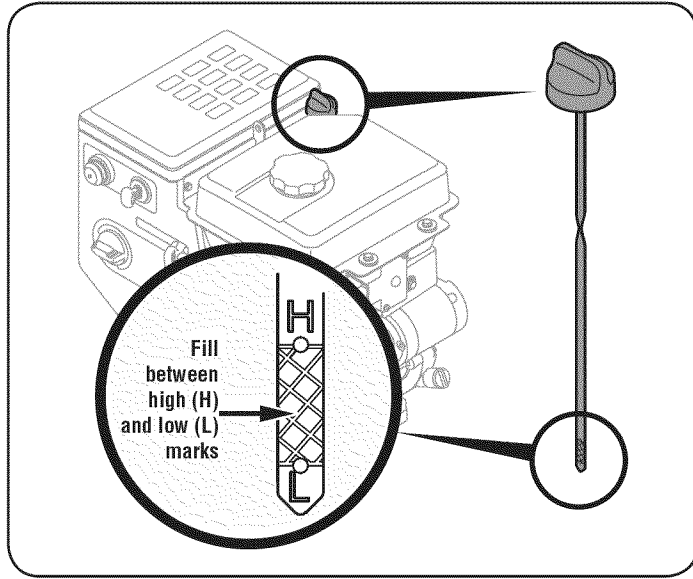

Figura 10
1. Retire el tapón de llenado de aceite / varilla y limpiar la varilla limpia. Ver Figura 10.
3. Retire el tapón de llenado de aceite / varilla medidora. Si el nivel es bajo, añadir el aceite lentamente hasta el nivel de aceite entre los registros de altura (H) y bajo (L), Figura 10. Consulte la sección de mantenimiento del motor para corregir el aceite de viscosidad del aceite del motor y la capacidad.